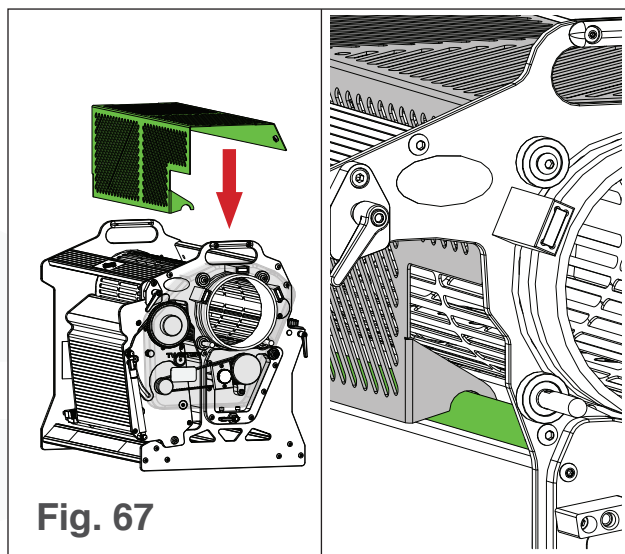

Fig. 67
1. Coloque el protector de tambor sobre el tambor. Asegúrese de que los ganchos en la parte inferior del protector reposen sobre la barra transversal de la peladora (ver Fig. 67).